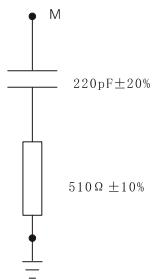
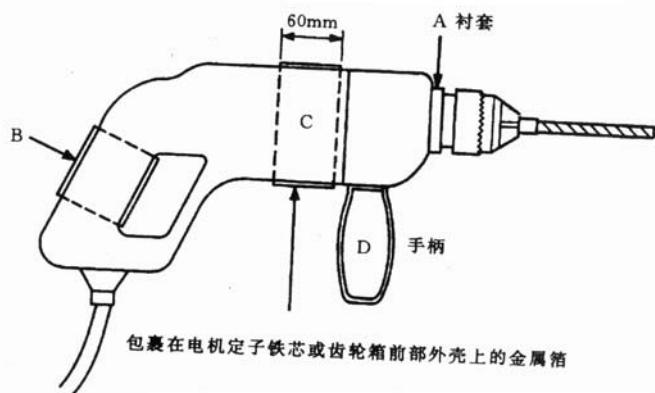

图 9 模拟手的原理
图 10 具有模拟手的手持式电动工具
- 2、 模拟手的原理图见图 9；
- 3、 在应用模拟手时要遵循的基本原则在图 10 中表示出来。RC 元件的 M 端（见图 9）应当连接到任何暴露的非旋转的金属部件和连接到随 EUT（被测设备）提供的固定的和可拆卸的、四周包上金属箔的所有手柄上。由油漆或清喷漆涂敷的金属部件将考虑作为暴露的金属部件而直接连接至 RC 元件上。
- b) 如果被测设备的外壳是绝缘材料制成的，则手柄 B 四周（见图 10）应包上金属箔，如有第二个手柄 D，则其四周也应包上。位于电动机定子铁芯部位的壳体 C 或齿轮箱部位四周亦应包上 60mm 宽的金属箔，要是这样能够测出较高发射电平的话，所有这些金属箔和金属
柄，则手柄 B 和 D（见图 10）的四周要包上金属箔。如果电动机部位的外壳是非金属的，则在电动机定子铁芯所在部位的壳体 C 的四周，或者在齿轮箱的四周要包上 60mm 宽的金属箔。如果这部位是绝缘材料并获得较高的发射电平的话，机身的金属部分，即部位 A，包住手柄 B 和 D 的金属箔以及在外壳 C 上的金属箔都应连在一起，并接到 RC 元件的 M 端。